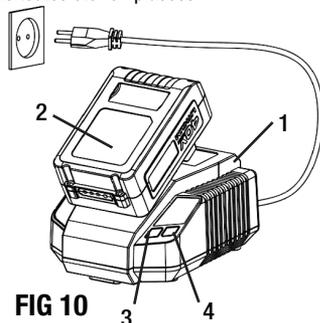

FIG 10
## CHARGEMENT DE LA BATTERIE (FIG 10)
- Branchez le chargeur (1) dans une source d'alimentation c.a. de 120 volts. Le voyant vert (3) s'allume pendant 5 secondes, puis le voyant s'éteint s'il n'y a pas de bloc-piles dans le chargeur.
- Glissez complètement la batterie (2) dans le chargeur jusqu'à ce qu'elle s'enclenche avec un déclic, tel qu'illustré à la figure 10. Le voyant vert clignotant indique que la batterie est en cours de chargement. Un voyant vert fixe indique que la batterie est complètement chargée.
- Un voyant rouge clignotant (4) indique que la température de la batterie est trop élevée pour être chargée. Attendez que la batterie refroidisse pour commencer le chargement.